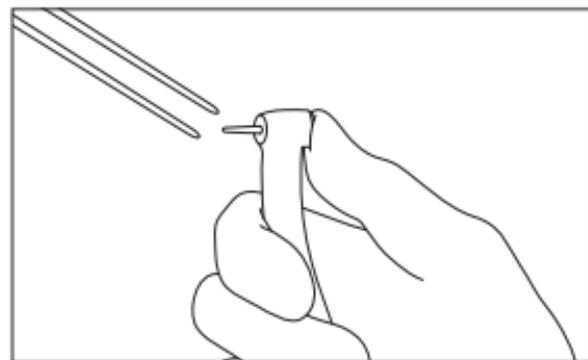

Fig. 6
- 2) Retirer la lime (Fig. 6).